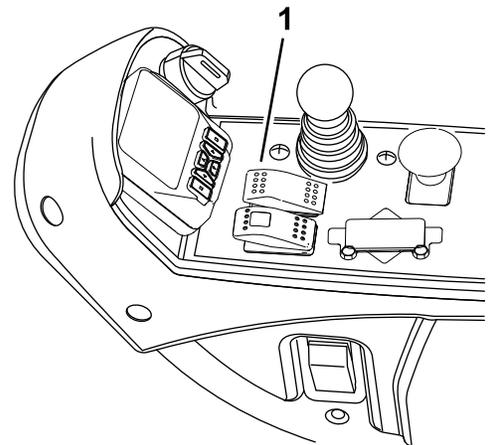
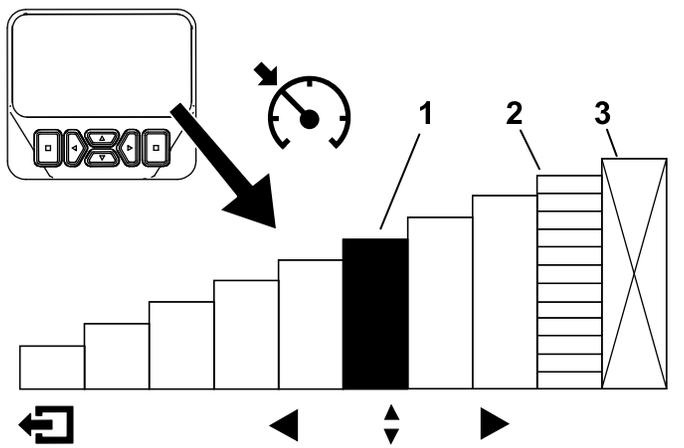

図 30
図 31
クルーズコントロールスイッチを有効化して速度を設定した後 図 30、インフォセンターでクルーズ速度の設定を行います 図 30と図 31。
1. コンソールのクルーズコントロールスイッチを有効にする 図 30。
2. インフォセンターディスプレイを使って、クルーズコントロールの速度設定を調整する 図 31。